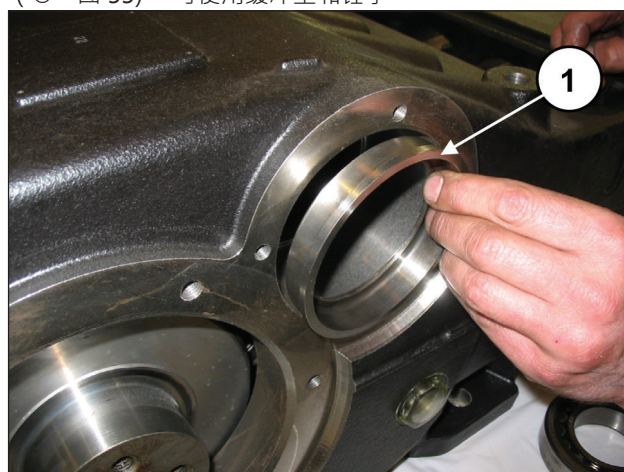
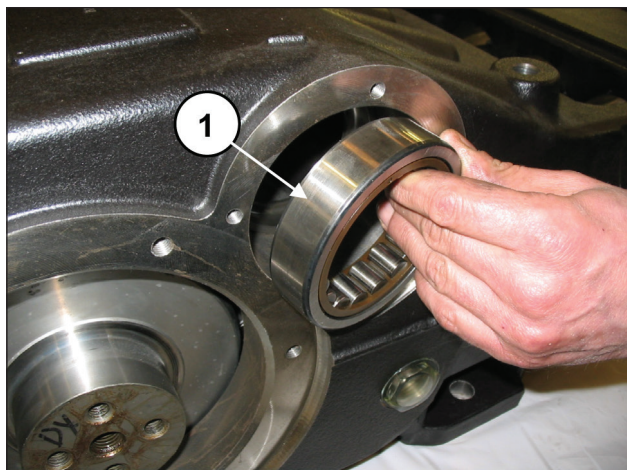

图 54
图 55
从泵壳的一侧插入轴承润滑衬套 (①·图 54) 和轴承外环 (①·图 55)，可使用缓冲垫和锤子。